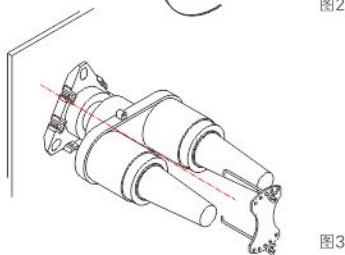

图3
①双通套管应由熟悉安全规程和高压电器设备的人员来安装。
②检查套管座要确保其内部干燥和清洁，用提供的润滑剂，润滑套管座和双通套管的配合面。不允许使用其它润滑剂，否则可能会损害产品及其配套的元件。
③将双通套管润滑好的部分放至套管内，然后顺时针旋转双通套管，使其全部到位，但不要用力过大，太紧会损害套管座的螺扣。双通套管结构有180°角度可调整，可逆时针旋转半圈以获得所需要的位置。
④按图3将带钩螺栓钩在套管座上部突缘的孔内，将螺栓末端穿过定位板的孔眼，应尽可能使带钩螺栓保持垂直位置，用手拧紧翼形螺母。
⑤将规格为2.5mm²铜线，一端缚牢在双通套管的接地孔上，注意不要损伤导电的屏蔽层；另一端用一个接线片联到接地系统上，注意这根接地线配置时不要接触或靠近套管座及其它电器元件表面。接地线联接要保证双通套管的导电屏蔽层有良好的接地。
⑥从双通套管上拆去运输保护帽，擦干净配合面，并用提供的润滑剂润滑配合面，不允许使用其它润滑剂，否则可能损伤产品及其配套的元件。在安装配套元件到双通套管时，须遵循说明书的规定。若双通套管不马上安装肘型电缆接头或绝缘帽、肘型避雷器等，则不要拆下保护帽。不许在带电或潮湿情况下，从双通套管上拆下保护帽，保护帽不具有绝缘及防水性能，仅起到在操作和安装过程中保持双通套管配合面清洁不被弄脏的作用。